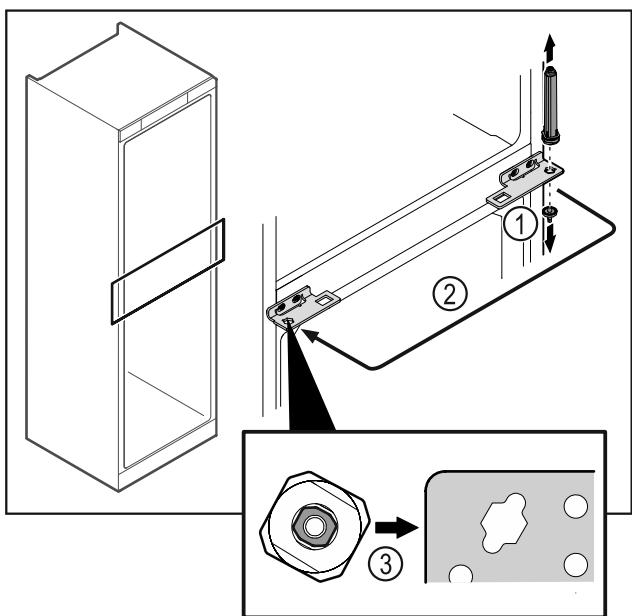

Fig. 39
- ▶ Desatornillar el perno de cierre Fig. 39 (1).
- ▶ Cambiar de posición el sistema de cierre de la puerta Fig. 39 (2).
- ▶ Al insertarlo, asegúrese de que el sistema de cierre de la puerta Fig. 39 (3) esté correctamente alineado.